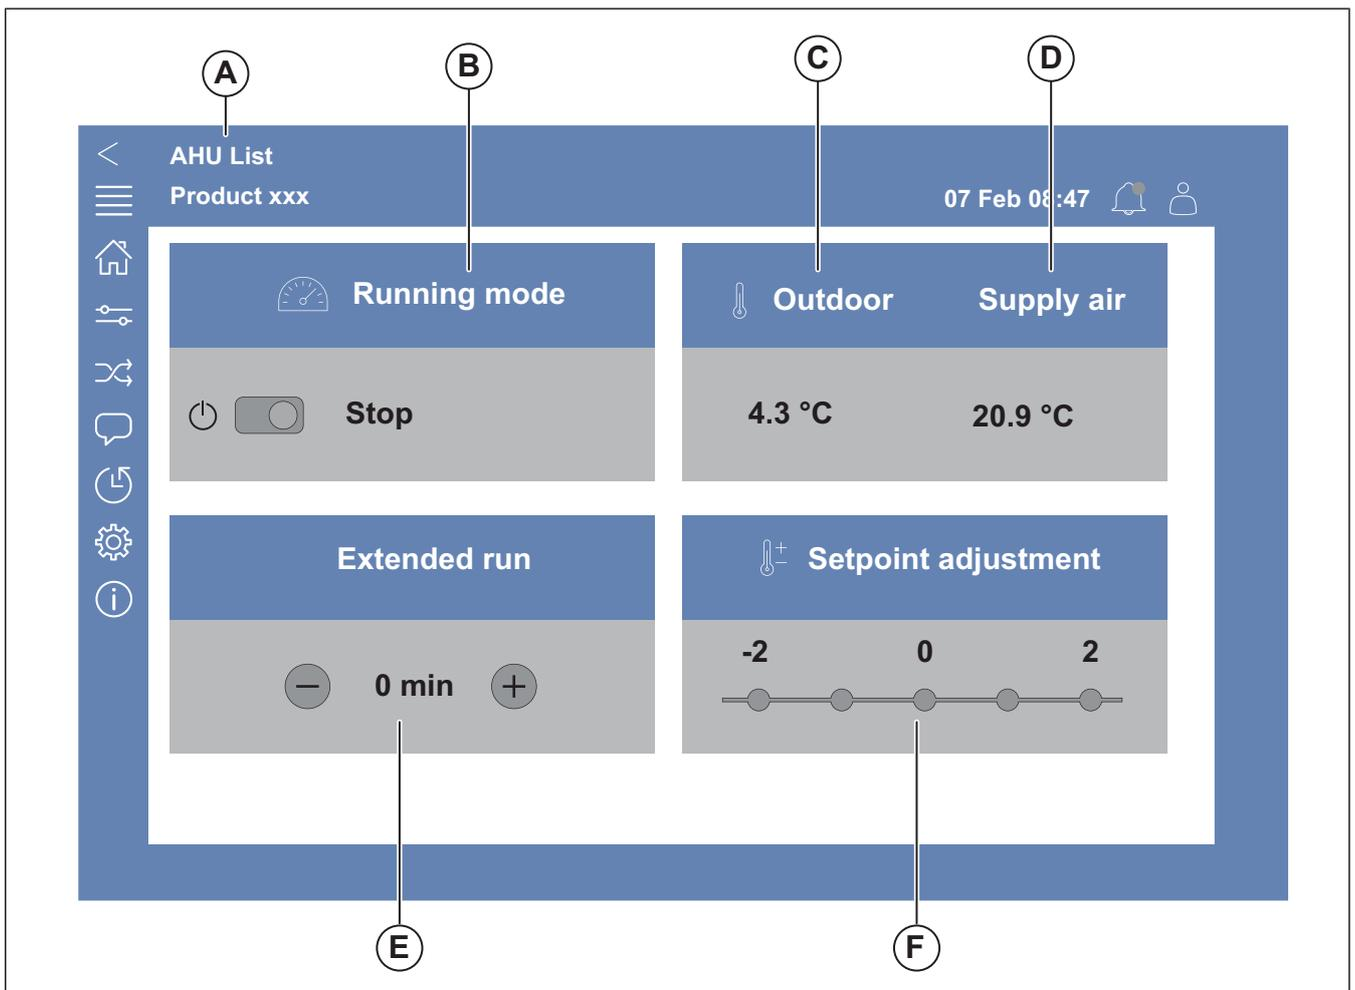

Bild 1 Startseite
- Tippen Sie auf die Liste der Lüftungsgeräte (A). siehe Bild 1 Startseite. Auf dem Bildschirm werden die verfügbaren Produkte angezeigt.